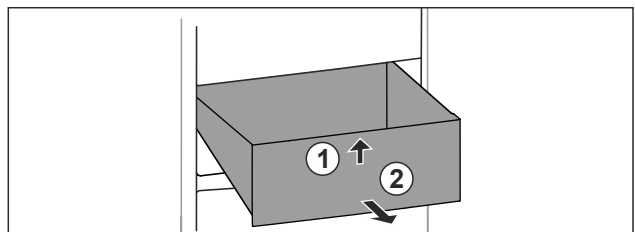

Fig. 72
- ▶ Lyft upp låda framtill. Fig. 72 (1)
- ▶ Ta ut låda genom att dra den framåt. Fig. 72 (2)